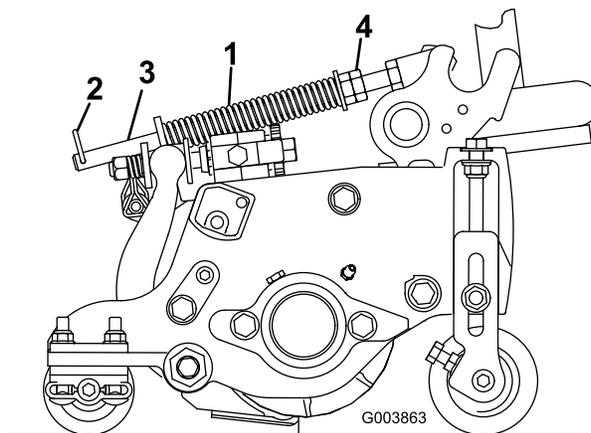

Figura 15
2. Serrate i dadi esagonali sulla parte anteriore dell'asta della molla fino a ridurre la lunghezza compressa della molla a 12,7 cm sugli apparati di taglio da 12,7 cm del Reelmaster 5410, oppure a 15,9 cm sugli apparati da 17,8 cm del Reelmaster 5510 e 5610 (Figura 15).
La molla di compensazione del manto erboso (Figura 15) trasferisce il peso dal cilindro anteriore al cilindro posteriore, per contribuire a ridurre l'ondulazione del manto erboso, detta anche fluttuazione o bobbing.
1. Verificate che la coppiglia sia montata nel foro posteriore dell'asta della molla (Figura 15).